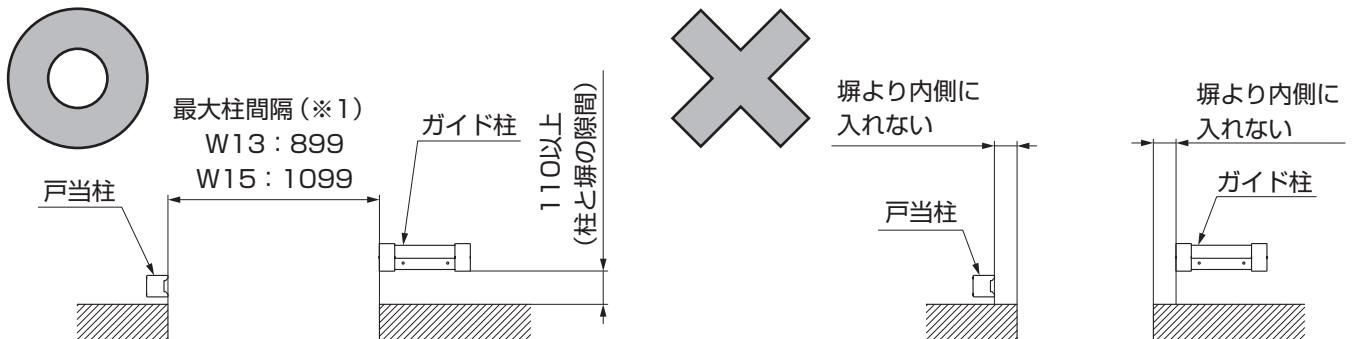
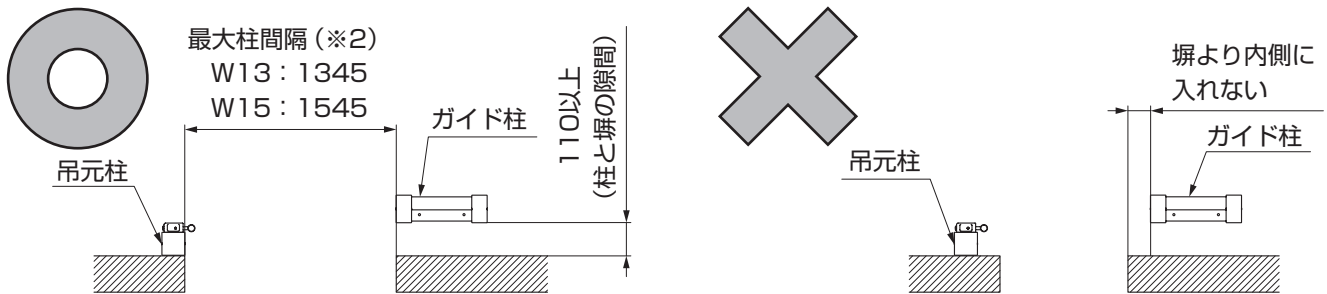

図3-11
図3-14
- ガイド柱は扉端部より内側に施工しないでください。扉端部より内側に施工すると、引戸本体のハンドルが扉にあたって破損したり、開閉時にケガをするおそれがあります。(図3-11、図3-14参照)
- 片引きの場合、戸当柱は扉端部より内側に施工しないでください。扉端部より内側に施工すると、引戸本体のハンドルが扉にあたって破損したり、開閉時にケガをするおそれがあります。(図3-11参照)
- 扉の裏側に設置する場合は、ガイド柱を扉より110mm以上離して扉と平行に設置してください。引戸本体を取付けることができなくなる場合があります。(図3-11、図3-14参照)